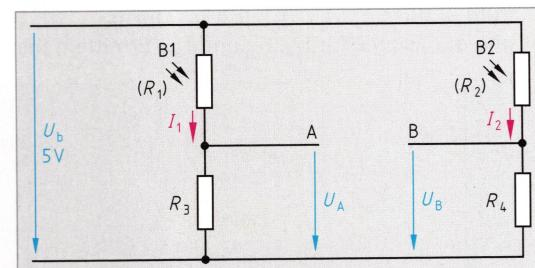

Bild 5: Schaltung mit Lichtschranken
Eine Glühlampe und ein Fotowiderstand (LDR) bilden eine Lichtschranke (**Bild 3**). Im Spalt zweier derartiger Lichtschranken B1 und B2 dreht sich eine Codierscheibe (**Bild 4**). Die Fotowiderstände B1 und B2 mit ihren Widerstandswerten R_1 und R_2 sind in je einen Spannungsteiler geschaltet, an denen die Signalspannungen U_A und U_B abgegriffen werden (**Bild 5**). U_A und U_B steuern einen Vorwärts-Rückwärts-Zähler an. Die LDR haben unbeleuchtet einen Dunkelwiderstand $R_D = 800 \text{ k}\Omega$ und beleuchtet einen Hellwiderstand $R_H = 120 \Omega$. Ihre höchstzulässige Verlustleistung beträgt $P_{\text{tot}} = 50 \text{ mW}$. Die LED haben eine Bemessungsspannung $U_n = 1,5 \text{ V}$ und einen Bemessungsstrom $I_n = 0,1 \text{ A}$.
b) Welche höchstzulässige Stromstärke I_1 darf in der Schaltung **Bild 5** bei Beleuchtung fließen?